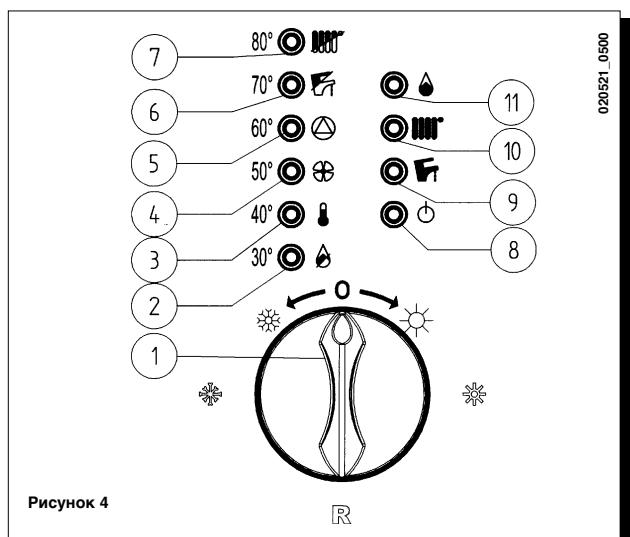

Рисунок 4
В данном случае рекомендуем повторять пусковые операции до устойчивой подачи газа на горелку, временно установив ручку (1) в положение R (см. также рис. 4).
Эту операцию следует произвести при переключателе режима работы (поз. 1 на рис. 4) в положении ВЫКЛЮЧЕНИЕ (0).